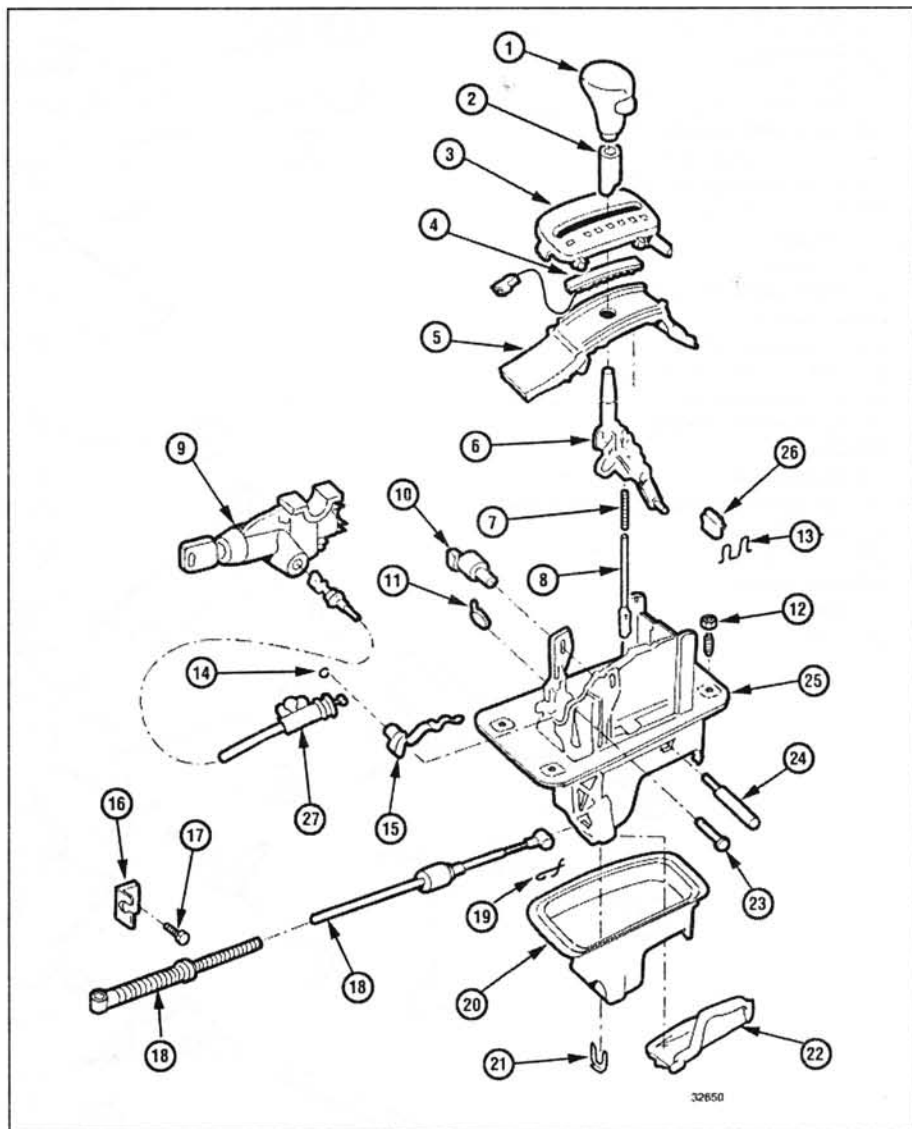

Рис. 4.4. Элементы механизма рычага селектора 4-скоростной коробки передач 01N
- 4 Отсоедините крышку от нижней части кронштейна рычага селектора, отжав фиксатор вперёд (рис. 4.4).